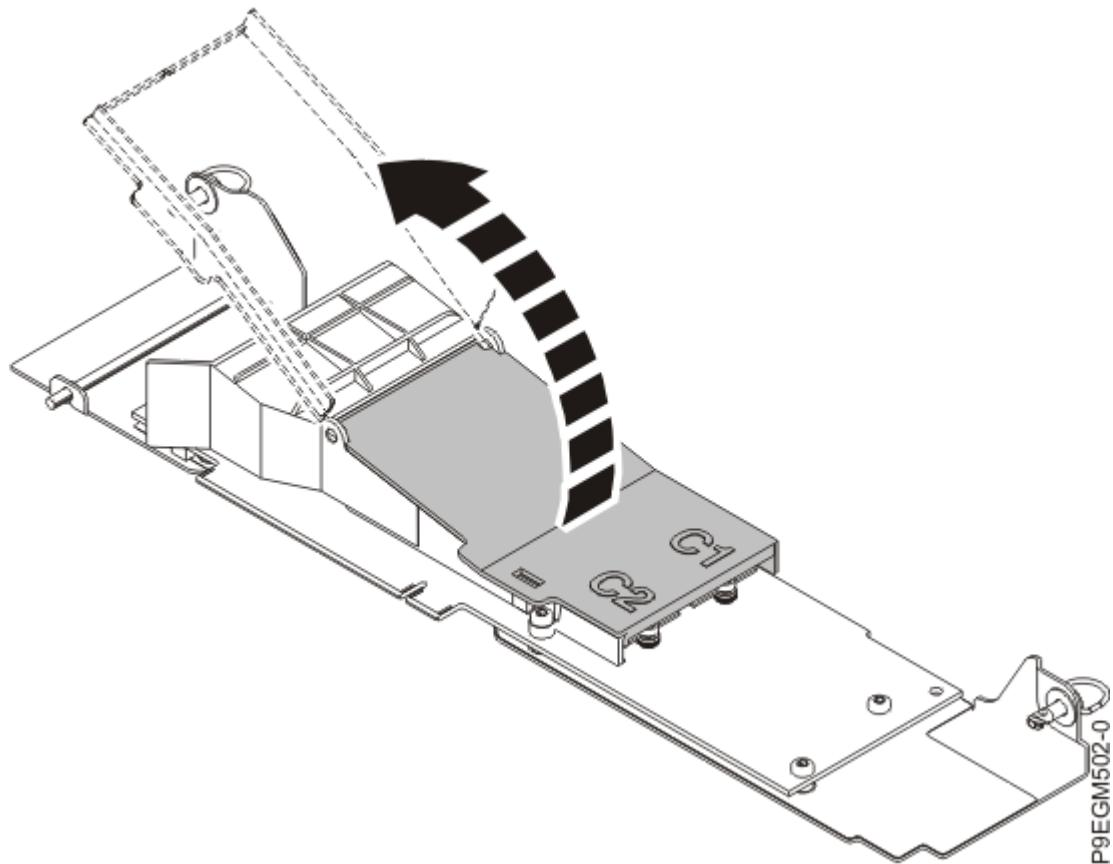

図 15. NVMe M.2 キャリア・カード・カバーを持ち上げる
- a) プルタブの近くを引き上げて、NVMe M.2 キャリア・カードの黒いカバーを持ち上げます (21 ページの図 15 を参照)。